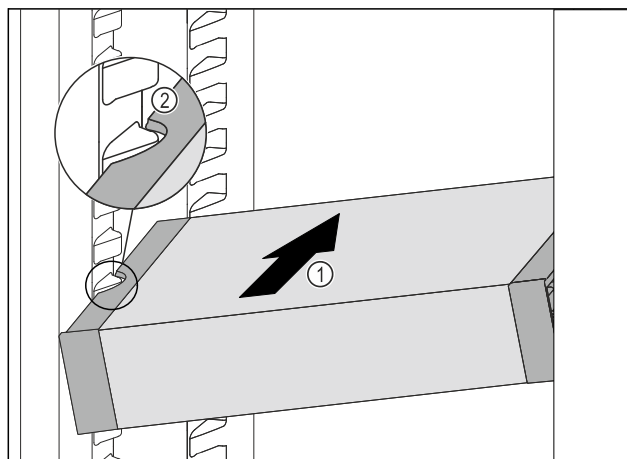

Fig. 100
- Skyv VarioSafe skrått inn i kjøleskapsdelen Fig. 100 (1), til utsparingene på sidene av Fig. 100 (2) VarioSafeser på nivå med rillene i kjøleskapet.